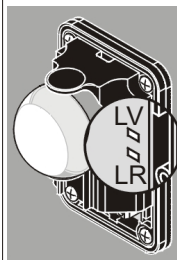

Fig. 12 / Bild. 12
Den Sender derart mit dem Empfänger ausrichten dass ein Strahlenbündel gebildet wird. Die rote Led LR wird gelöscht (Bild. 12).
- Die grüne Led schaltet sich ein, wenn der Empfänger stromversorgt wird (Bild. 12).
- Die rote Led schaltet sich ein, wenn Sender und Empfänger nicht korrekt ausgerichtet sind (Bild. 12).
Aligner l'émetteur et le récepteur de façon a ce que fasse le faisceau soit établi et la led rouge LR s'éteigne (Fig. 12).
la led verte est allumée quand le récepteur est alimenté (Fig. 12).
la led rouge est allumée quand le récepteur et l'émetteur ne son pas établi (Fig. 12).